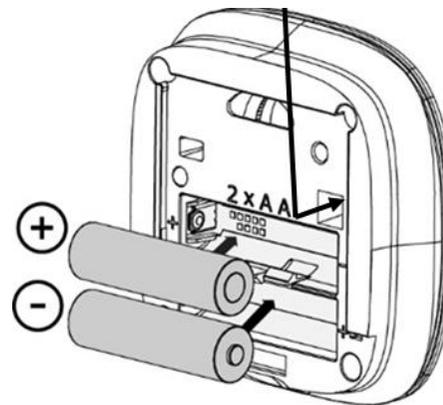

Figure 3
4. Placez les 2 piles comme indiqué sur la figure 3 et attendez que le voyant rouge/vert cesse de clignoter.